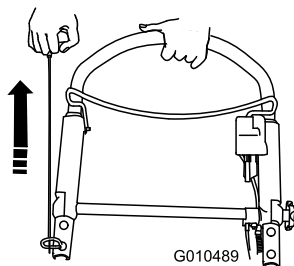

Рисунок 21
3. Потяните пусковую рукоятку механического стартера (Рисунок 21).